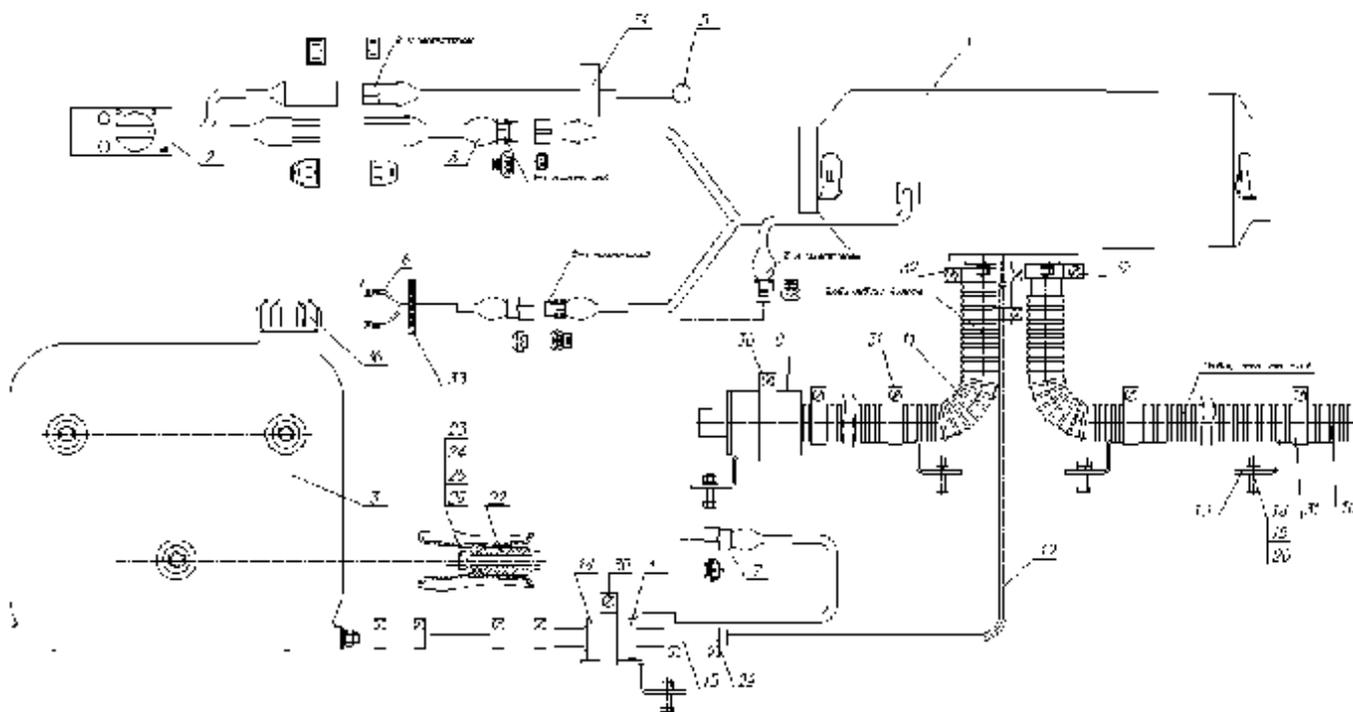

Рисунок 1. Основные узлы базовой комплектации воздушного отопителя.
4.1 Основные узлы и детали, входящие в базовую комплектацию воздушного отопителя, изображены на рис. 1. Перечень основных узлов и деталей отопителя указан в таблице 2.